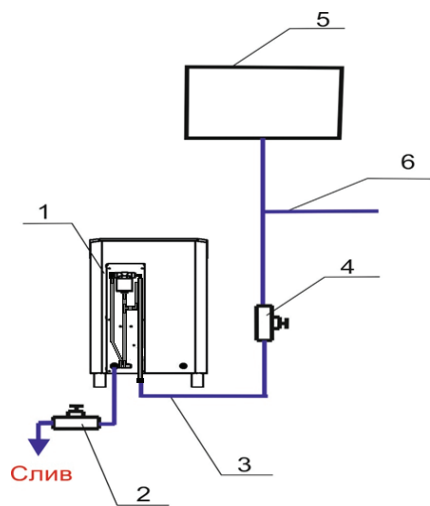

Рис. 7
2.1.2.5 Подключить ЭНУ (поз. 1, рис. 7). с помощью гибкого шланга (поз. 3, рис. 7). к водопроводной сети (поз. 6, рис. 7) или накопительному баку (поз. 5, рис. 7), расположенному в смежном помещении. Рекомендуется устанавливать накопительный бак на высоте не менее 1 м. от верха ЭНУ.
Перед ЭНУ следует установить запорный кран (поз. 4, рис. 7). Установить кран слива воды (поз. 2, рис. 7), либо заглушить сливной штуцер резьбовой пробкой. Для предотвращения образования известковых отложений, значение жесткости воды должно находиться в диапазоне от 0,5° до 5°F. Рекомендуется использование специальной установки-деминерализатора (с обратным осмосом).
2.2.2.1 Закрыть сливной кран или установить заглушку (поз. 2, рис. 7) и открыть заливной кран (поз. 4, рис. 7)
2.2.2.5 После окончания работы, в целях предотвращения образования осадка в баке парогенератора, рекомендуется сливать воду из системы. Для этого закрыть заливной кран (поз. 4, рис. 7) и открыть сливной кран (поз. 2, рис. 7). Дождаться полного слива воды из системы. Оставить краны в таком положении до следующего включения Устройства. При возникновении возможности заморзания воды в баке парогенератора, сливать воду обязательно!